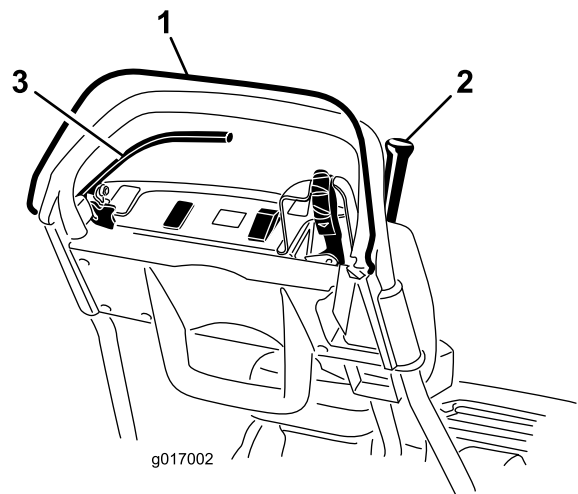

Figure 27
3. Relâchez la commande OPC et essayez d'engager le levier de commande de déplacement (Figure 27). Le levier de commande de déplacement ne doit pas s'engager. Si le levier de commande de déplacement s'engage, le système de sécurité doit être révisé. Remédiez au problème avant d'utiliser la machine ; voir Entretien du contacteur de sécurité de déplacement (page 37).
4. Appuyez sur la commande OPC et engagez le levier de commande de déplacement, puis relâchez la commande OPC (Figure 27). Le levier de commande de déplacement doit se désengager. Si le levier de commande de déplacement ne se désengage pas, le système de sécurité doit être révisé. Remédiez au problème avant d'utiliser la machine. Voir Entretien du contacteur de sécurité de déplacement (page 37).
5. Après avoir appuyé sur la commande OPC et déplacé le levier de sélection vers la gauche, engagez le levier de commande de déplacement et du cylindre, puis relâchez la commande OPC (Figure 27). Le levier de commande de déplacement doit se désengager. Si le levier de commande de déplacement ne se désengage pas, le système de sécurité doit être révisé. Remédiez au problème avant d'utiliser la machine ; voir Entretien du contacteur de sécurité de déplacement (page 37) ou Réglage de la commande du cylindre (page 40).
2. Appuyez sur la commande OPC et engagez le levier de commande de déplacement (Figure 27).